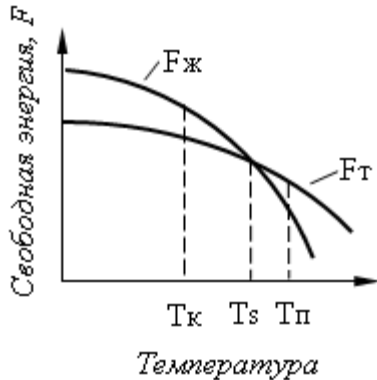

рис.1
21. При температуре $T > T_n$ (рис.1) металл будет находиться в: